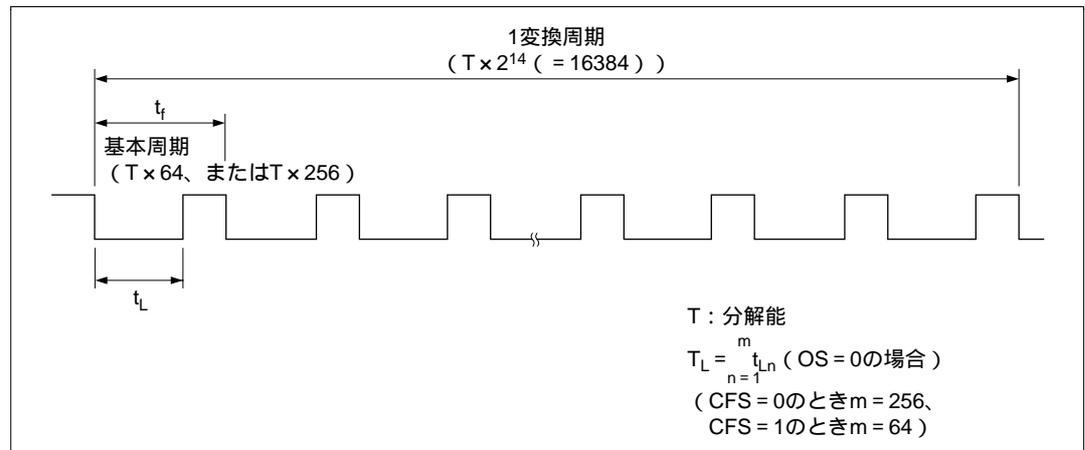

図 10.3 PWM (D/A) の動作
PWMX 端子からは、図 10.3 に示すような PWM 波形が出力されます。1 変換周期中に発生するパルス (CFS = 0 の場合 256 個、CFS = 1 の場合 64 個) の 0 レベル幅の合計 (TL) が DADR のデータと対応しています。OS = 0 の場合、この波形が直接出力されます。OS = 1 の場合、この波形が反転して出力されます。このとき 1 レベル幅の合計 (TH) が DADR のデータと対応しています。この様子を図 10.4 に示します。
CKS、CFS、OS ビットの設定と、分解能、基本周期、変換周期との関係を表 10.4 に示します。DADR の内容がある値以上ではないと PWM 出力は固定レベルとなります。PWM 出力が図 10.3 で説明した波形となる DADR の設定値と DADR の下位ビットを 0 に固定して、変換精度を 12 ビット、10 ビットとした場合の変換周期などをあわせて表 10.4 に示します。また、OS ビットと出力波形の関係を図 10.4 に示します。